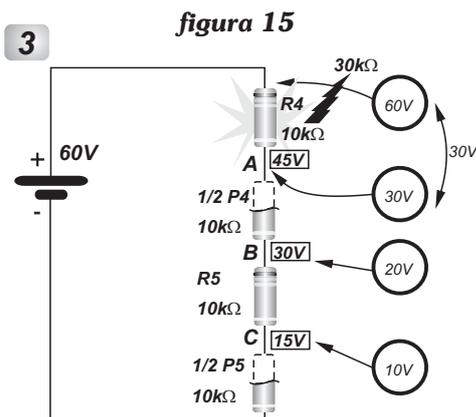

figura 15
3) Nesse defeito, temos uma tensão de 60 volts aplicada a 2 resistores de 10k e 2 potenciômetros de 20k. A figura 15, mostra-nos que os cursores dos potenciômetros estão no centro, indicando que suas resistências equivalentes são de 10k.